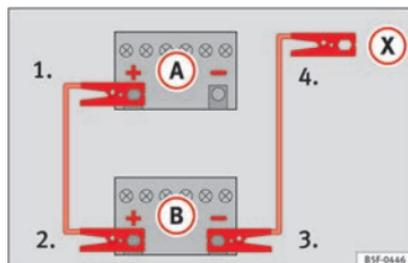

Fig. 67 Schema elettrico per i veicoli non dotati di sistema Start&Stop.
2. Collegare un'estremità del cavo di emergenza *rosso* al polo positivo (+) del veicolo con la batteria scarica (A) » fig. 67.
3. Collegare l'altra estremità del cavo di emergenza *rosso* al polo positivo (+) della batteria che fornisce la corrente (B).
4. *Nei veicoli senza sistema Start/Stop*: collegare un'estremità del cavo *nero* di emergenza al polo negativo (-) del veicolo che eroga la corrente (B) » fig. 67.